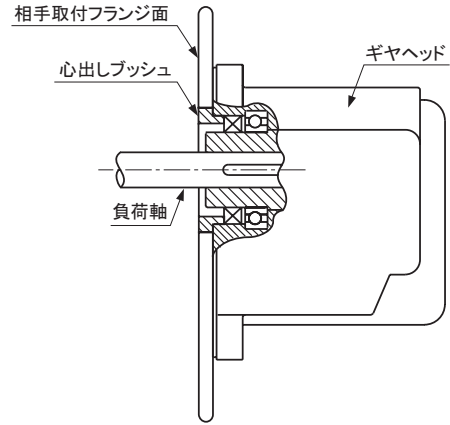

図4 フランジ取付時の心出し方法
- ギヤヘッドフランジ面を使用し、装置に取り付ける場合、中空シャフト内径部と負荷軸の心出しが必要です。心出しは図4のように心出しブッシュを使用してください。心出しブッシュの装着は、ギヤヘッドのインロー部(カタログ参照)を案内に行なってください。その同心度は0.02mm以下にしてください。心出しが不十分な場合には、ギヤヘッド内部の軸受けの破損を招くおそれがあります。